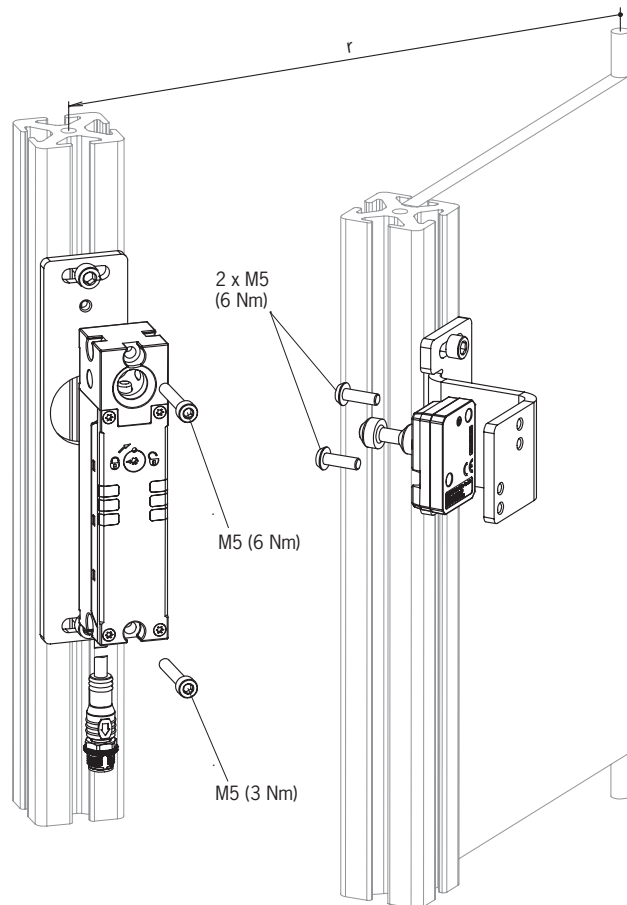

Fig.4: Exemple de montage
- Respectez le couple de serrage pour la fixation de l'interrupteur et de l'actionneur, voir Fig.4 *Exemple de montage*, page 19 :